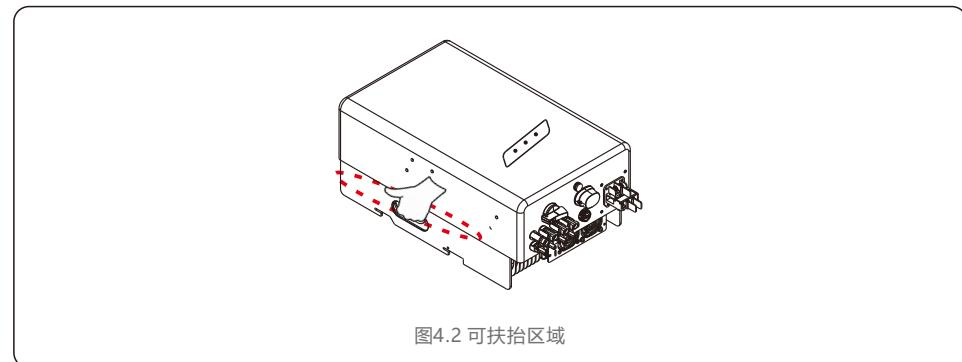

图4.2 可扶抬区域
- 打开箱子后,拿出逆变器,虚线区域为可扶抬的区域,两边为同一位置。(如图4.2所示)